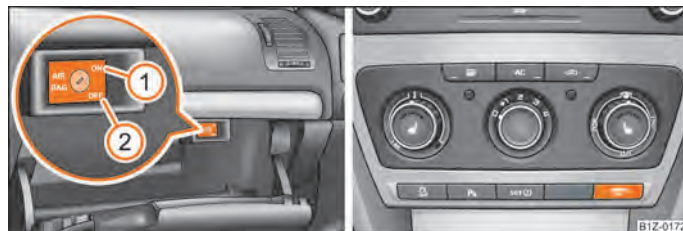

Fig. 129 Compartimento guarda objetos: Conmutador para airbag frontal del acompañante/testigo para desconexión de airbag del acompañante
- si los airbags están desactivados, este estado se señala luciendo en el centro del tablero de instrumentos el testigo **AIRBAG OFF** ⇒ fig. 129 - lado derecho.
⇒ fig. 129.
- Compruebe si, estando conectado el encendido, el testigo de control **AIRBAG OFF** luce en la parte central del cuadro de instrumentos ⇒ fig. 129 - lado derecho.
- Compruebe que, con el encendido conectado, el testigo de control del airbag **AIRBAG OFF** no luce en la parte central del cuadro de instrumentos ⇒ fig. 129 - lado derecho.
El testigo de control del airbag se encuentra en la parte central del cuadro de instrumentos ⇒ fig. 129 - lado derecho.